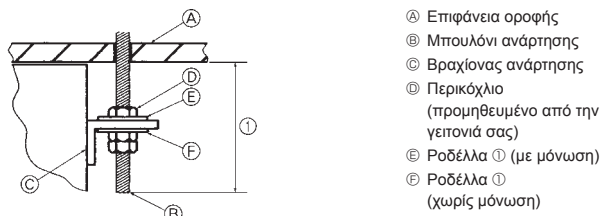

Fig. 3-5
- Ε Ροδέλλα ① (με μόνωση)
- Ε Ροδέλλα ① (χωρίς μόνωση)
4) Προπαρασκευή εσωτερικής μονάδας (Fig. 3-5)